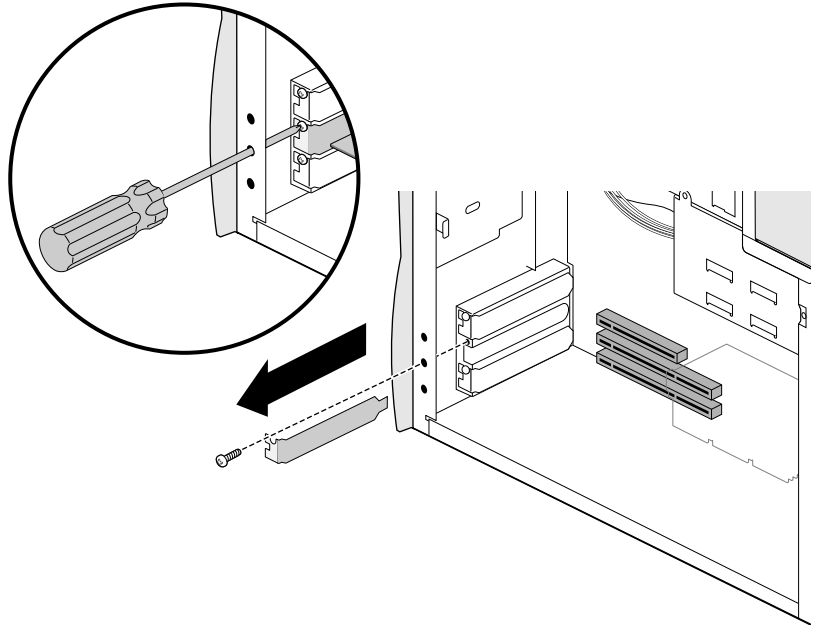

Abbildung 5-1 Entfernen der Blende von einem Steckplatz für PCI-Karten
5. Wenn die Öffnung des PCI-Steckplatzes durch eine Blende geschützt ist, nehmen Sie die Blende wie in Abbildung 5-1 ab.